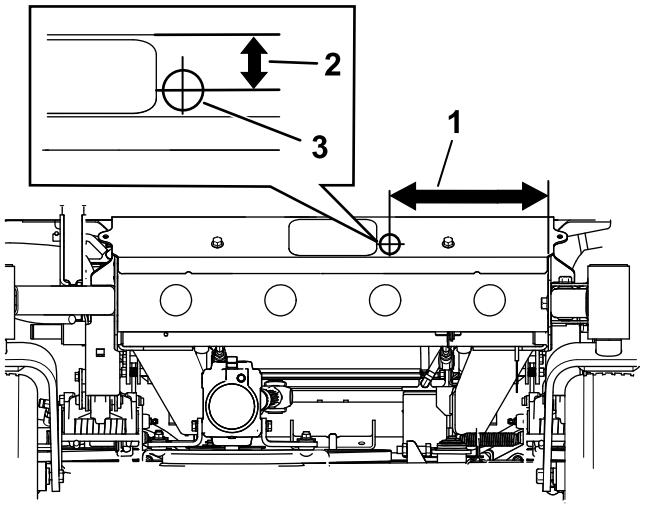

Figura 1
1. Perfure um orifício como se mostra na Figura 1.